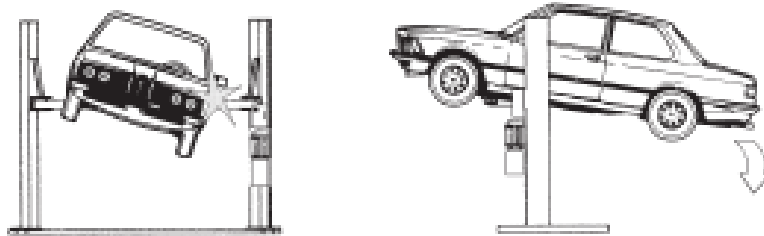

Рисунок 25. Риск падения автомобиля с подъемника
**КАТЕГОРИЧЕСКИ ЗАПРЕЩАЕТСЯ СТАНОВИТЬСЯ НА АВТОМОБИЛЬ ИЛИ НА ПОДЪЕМНИК И/ИЛИ ЗАПУСКАТЬ ДВИГАТЕЛЬ АВТОМОБИЛЯ, КОГДА ОН ПОДНИМАЕТСЯ (Рисунок 25).**